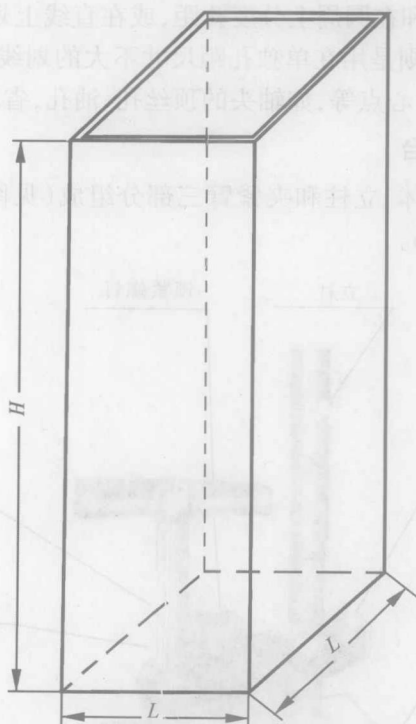

图 1-2-8 长立方台
②长立方台(又称长方筒),它是 $200\text{ mm} \times 200\text{ mm} \times 600\text{ mm}$ 长立方体。壁厚为 6 mm 的中空立方体。六面体的垂直精度 $\leq 0.1\text{ mm}$ 。它主要是用来薄型机械零件的放样划线,作平行线或垂直线使用;有时也用来作长型机械零件的垂直划线,如车床床头盖的放样划线和主轴箱各孔的 X 坐标方向的划线等。长立方台在立起来使用时,因容易滑动,造成划线精度差,甚至尺寸错误,所以要特别注意这一点,用时紧靠工件,轻碰侧面(见图 1-2-8)。